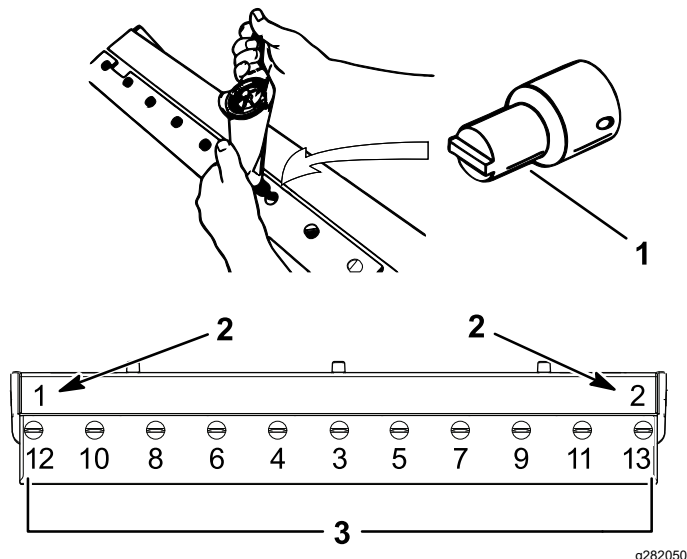

Figura 19
- A. Apriete los 2 tornillos exteriores a 1 N·m (10 pulgadas-libra); consulte Figura 19.
23-28 N·m (200-250 pulgadas-libra); consulte Figura 19.